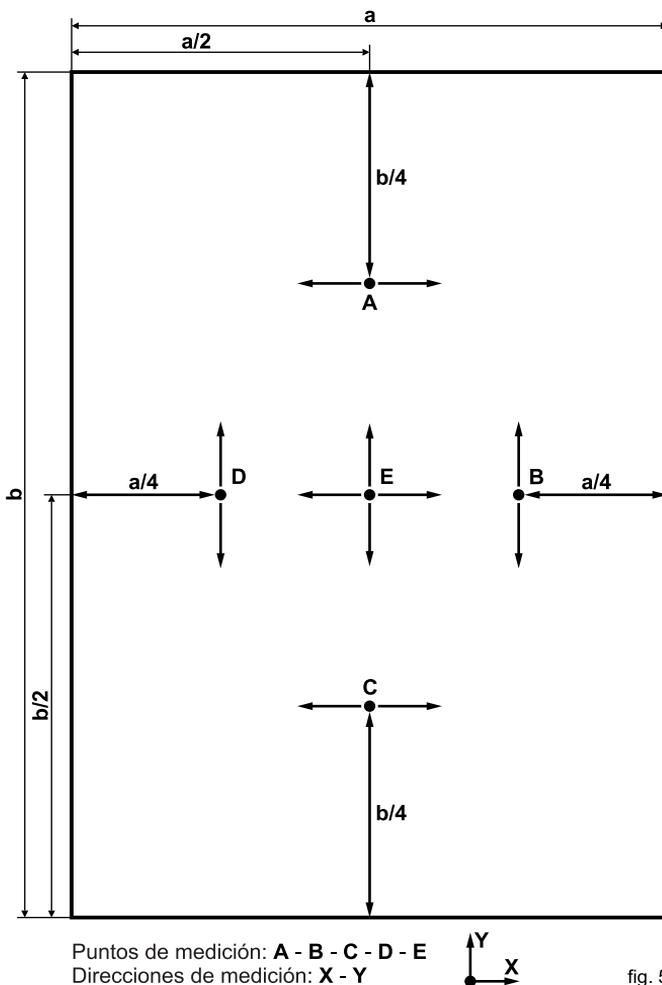

fig. 5
10.000 m2 cada una y hacer mediciones en 5 puntos como en la fig. 5. También en el caso de geometría diferente, siempre existirá la posibilidad de circunscribir un rectángulo y proceder como en el caso anterior.